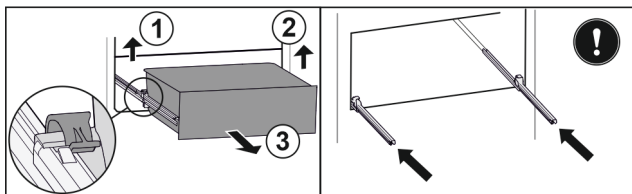

Fig. 80
- ▶ Приподнимите левый зажим и одновременно вытяните движением вперед выдвижной ящик слева. Fig. 80 (1)
- ▶ Приподнимите правый зажим и одновременно вытяните движением вперед выдвижной ящик справа. Fig. 80 (2)
- ▶ Извлеките выдвижной ящик движением вперед. Fig. 80 (3)